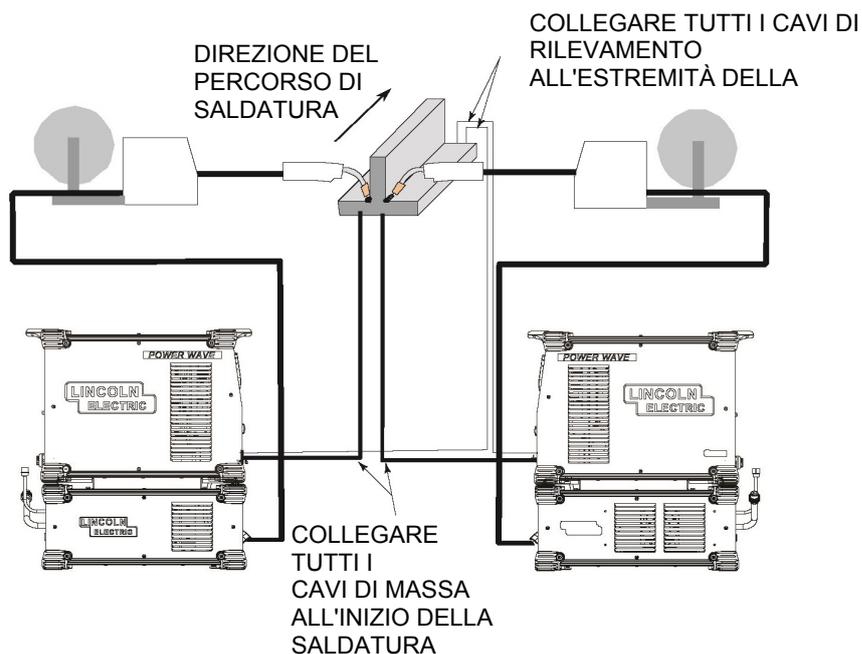

Figura N. 4
- **Per applicazioni longitudinali,** collegare tutti i cavi di massa a un'estremità del gruppo saldato e tutti i cavi di rilevamento della tensione di massa all'estremità opposta del gruppo saldato. Effettuare la saldatura nella direzione opposta ai cavi di massa e verso i cavi di rilevamento. (Vedere la Figura N. 4).